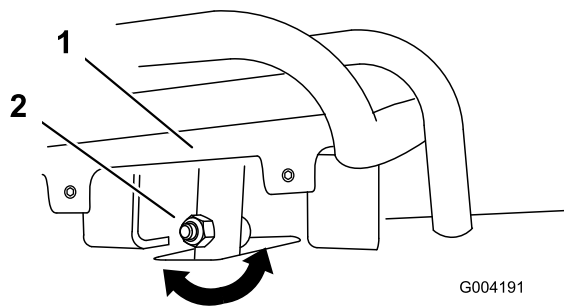
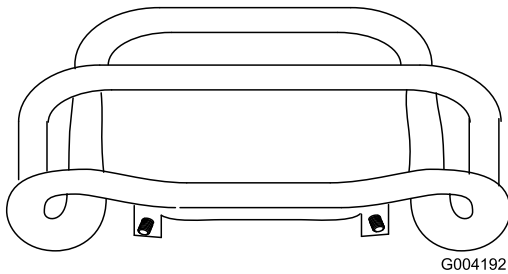

Bild 55
Bild 56
4. Wenn die Vorderseite des Fahrtriebs nicht bündig und gleichmäßig am Anschlagbügel bleibt, lösen Sie die Bundmutter und die Schraube im Schaft des Fahrtriebs (Bild 55).
5. Stellen Sie den Fahrtrieb so ein, dass er bündig am Anschlagbügel bleibt, wenn er gerade nach hinten gezogen wird (Bild 55 und Bild 56).
- C. Lösen Sie die Bundmutter und die Schraube im Fahrtriebsschaft (Bild 55).
- I. Stellen Sie den Fahrtrieb so ein, dass er bündig am Anschlagbügel bleibt, wenn er gerade nach hinten gezogen wird (Bild 55 und Bild 56).